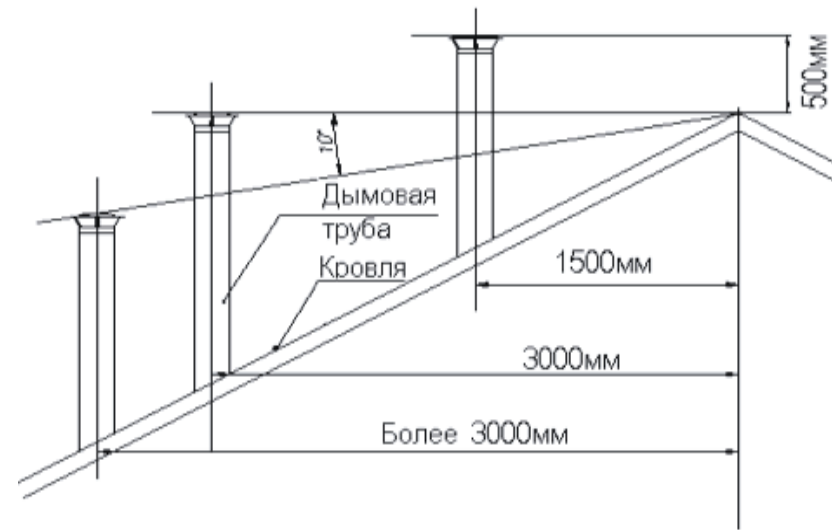

Рис.3. Определение высоты наружной части дымовой трубы
6.8. Возвышение дымовых труб над кровлей следует принимать (см. рис. 3):
7.15. В соответствии с вышеперечисленными требованиями к дымоотводящим каналам и (рис.3) Настоящего Руководства, определить высоту дымовой трубы, гарантирующую стабильность тяги. Закончить сборку, установив последний «сэндвич», а на него - зонт-оголовок или дефлектор.